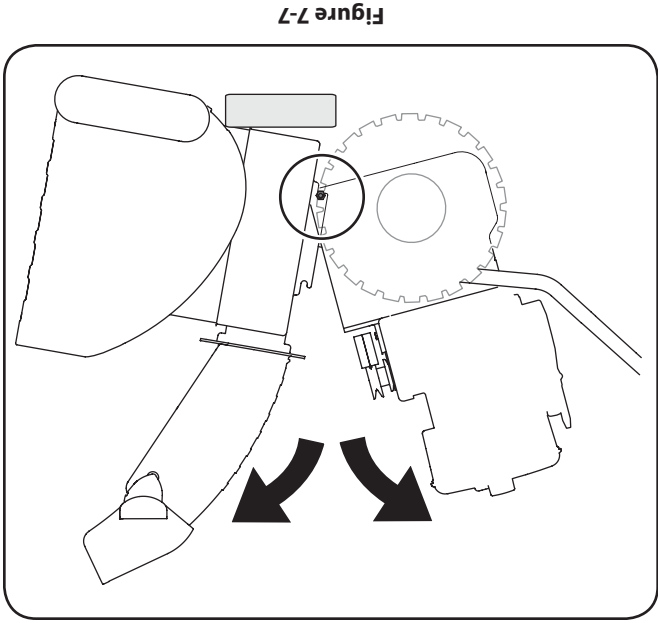

Figure 7-7
5. Placez une cale en bois sous l'habitacle de la tarrière, comme à la Figure 7-7 et séparez l'habitacle de la tarrière du châssis en faisant basculer l'habitacle vers l'avant et en tirant sur les poignées.
- a. Bloquez la turbine avec une cale en bois pour l'empêcher de tourner et utilisez une clé de 1/2 po pour enlever la vis à tête hex. et la rondelle du milieu de la poulie sur l'habitacle de la tarrière. Voir la Figure 7-7.
- b. Dégagez le support du frein de la gorge de la poulie et libérez la poulie des taquets de l'adaptateur de la poulie de la tarrière pour enlever la courroie usagée. Voir la Figure 7-7.